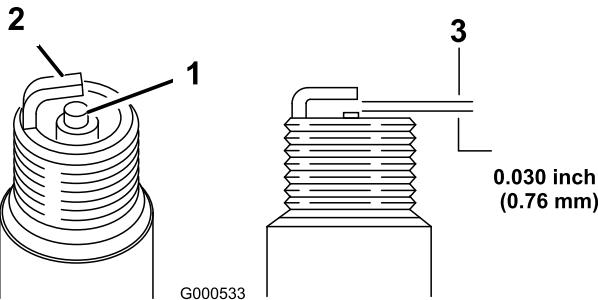

図 21
5. 電極間のすき間を 0.76 mm に調整する図 21。